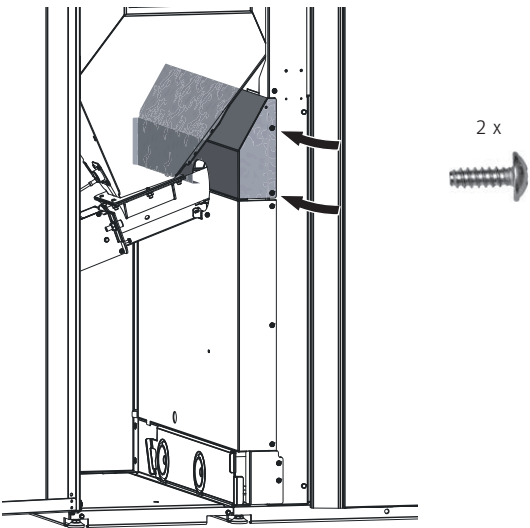

Fig. 104 Spingere la piastra di protezione dal contatto dietro e avvitarela anteriormente
- Spingere la piastra di protezione dal contatto dietro sulla parete posteriore e fissarla anteriormente con 2 viti auto-filettanti – Fig. 104.